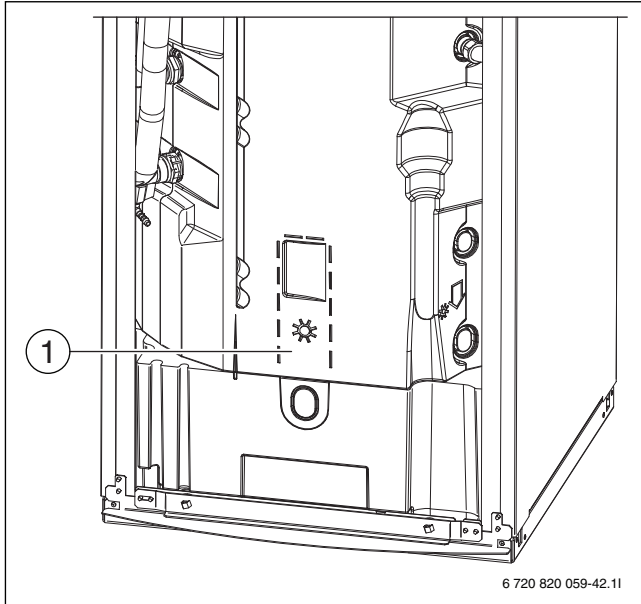

Fig. 25 Plassering av temperaturføler TW1 og eventuell TS2
- Kutt opp isolasjonen ved solarsymbolet (→ fig. 25, [1]). Påse at kablen til temperaturføleren TW1 ikke blir skadet!